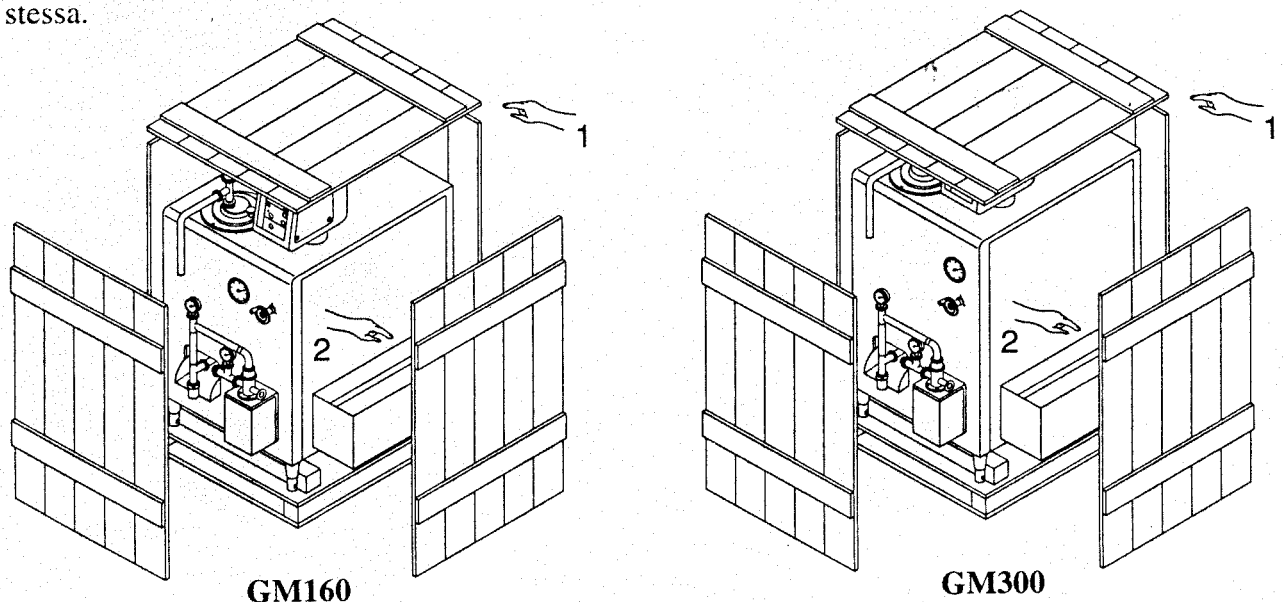

Fig.4.1
- Schiodare il coperchio superiore (*Part.1, Fig.4.1*) e rimuoverlo. Fare la stessa operazione con le pareti laterali. Prestare attenzione ai legni distanziatori posti fra le pareti della cassa.
- Togliere dall'imballo la scatola dei ricambi (*Part.2, Fig.4.1*) e gli altri componenti.